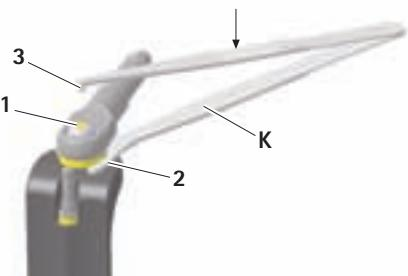

Abb. 5
- Pinzette K mit Maulseite 2 unter die Kupplung schieben und mit dem Pinzettendorn 3 auf den Bolzen 1 der Valve D drücken, siehe Abb. 5.